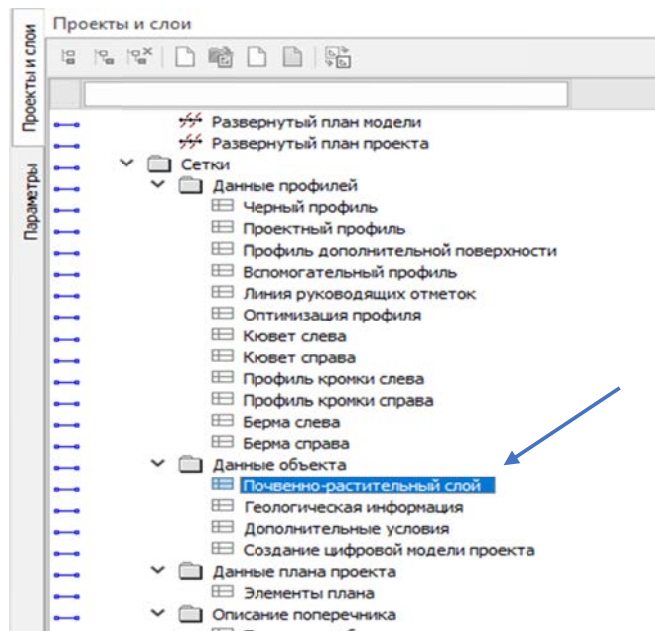

Рис. 2.1. Почвенно-растительный слой
3. Укажите сетку **Почвенно-растительный слой** в окне **Проекты и слои** в папке **Данные объекта** (рис. 2.1).